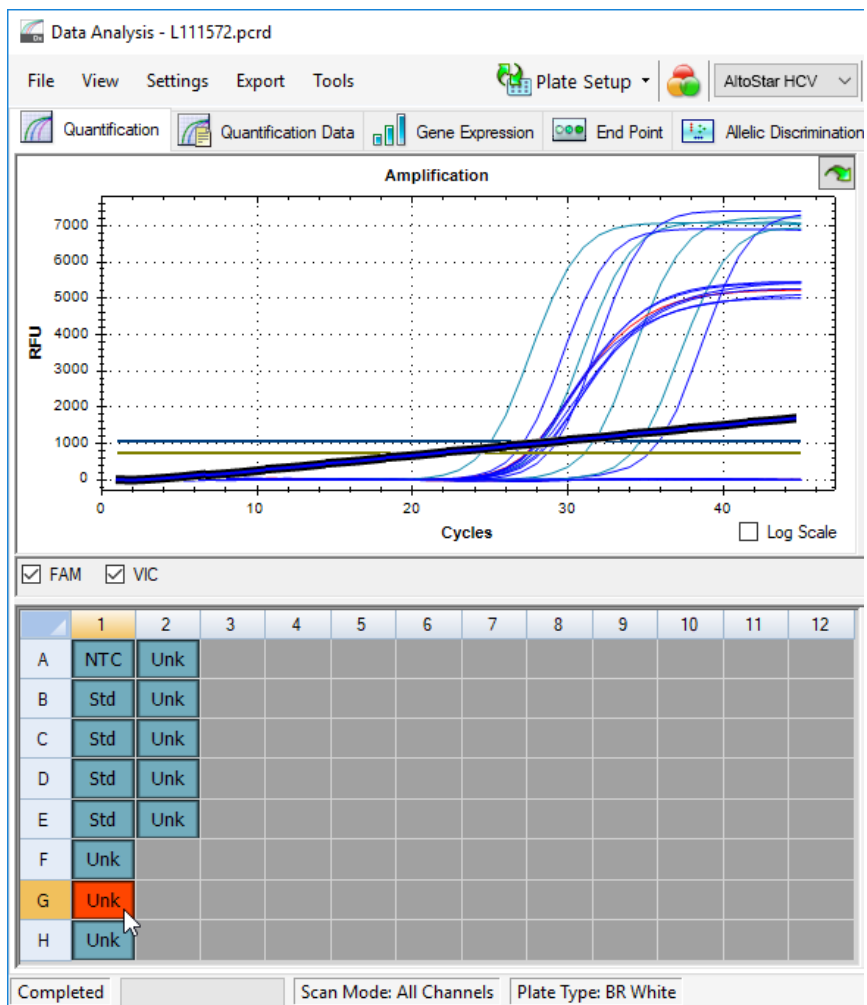

Figura 35: Ventana Data Analysis (análisis de datos): señal de PCR irregular
2. Identifique pocillos con señales de PCR irregulares (aumento de señal lineal, picos de señal, etc.) en cualquiera de los canales de detección FAM™ (HCV objetivo) y VIC™ [Internal Control (control interno)] (consulte la Figura 35).